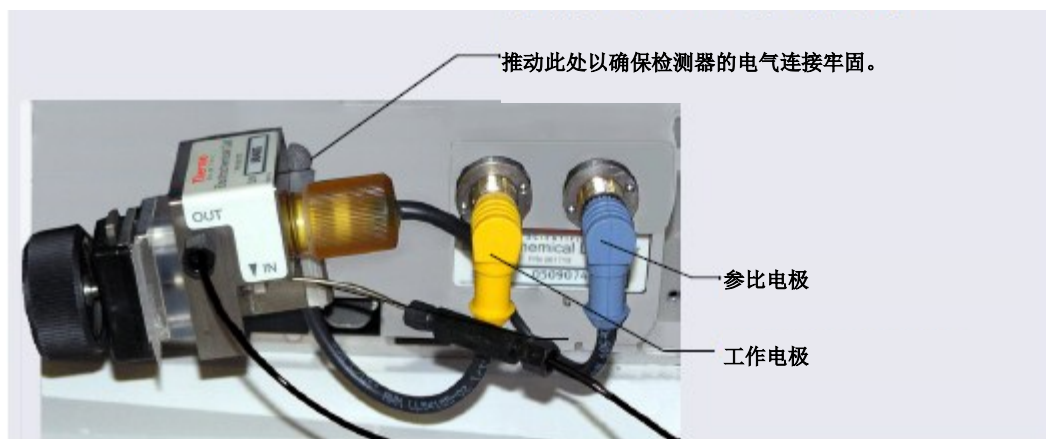

图 9-4. 电化学检测器连接（图示为检测池）
1. 检查检测器连接件：确认检测池的信号电缆正确连接至检测器模块上的正确连接器（见图 9-4）。此外，用力推动检测器，确保检测器背面的电子连接器牢固连接至检测器间室的插座上。
检查电缆连接情况：确认工作电极的信号电缆连接至检测器模块（见图 9-4）。
确认参比电极的信号电缆连接至检测器模块（见图 9-4）。